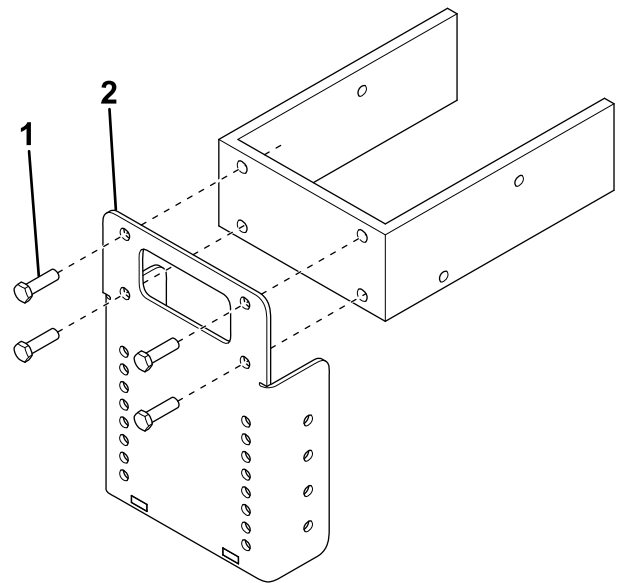

Figura 1
2. Usando 4 pernos (M14), sujete la placa delantera al bastidor como se muestra en Figura 1.